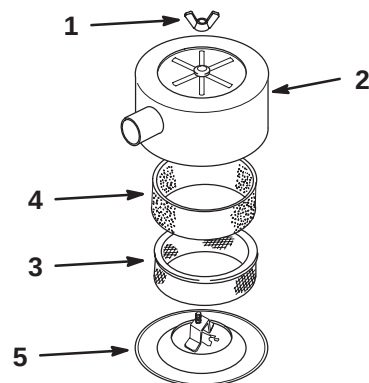

Figure 14
3. Nettoyez la surface autour du filtre à air pour éviter que des impuretés s'introduisent dans le moteur et l'endommagent. Dévissez le bouton et déposez le couvercle du filtre à air (Fig. 14).
4. Glissez délicatement l'élément en mousse hors de l'élément en papier (Fig. 14).
5. Dévissez l'écrou du couvercle et déposez le couvercle et l'élément en papier (Fig. 14).